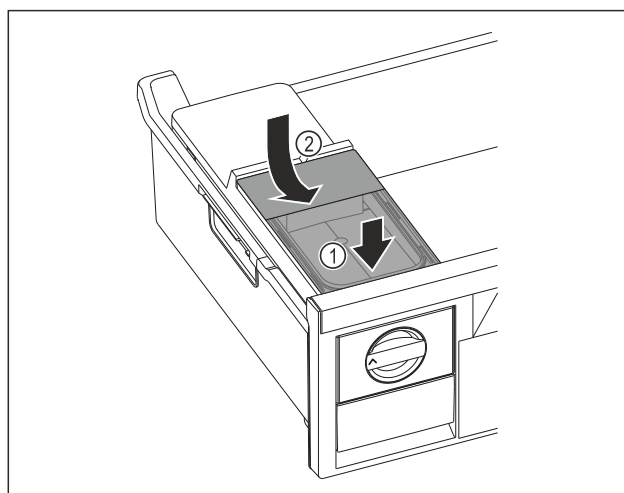

Fig. 72
- Placer le réservoir d'eau à l'avant. Fig. 72 (1)
- Abaisser le réservoir d'eau à l'arrière. Fig. 72 (2)